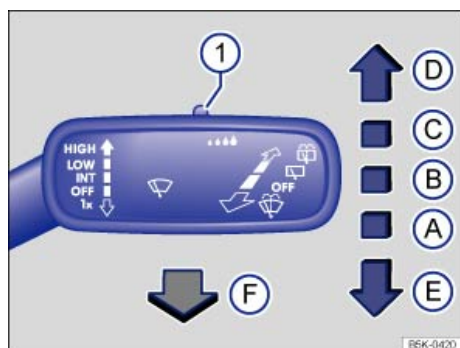

Fig. 123 En el lado derecho de la columna de dirección: manejo del limpiaparabrisas.
- Presione la palanca del limpiacristales brevemente hacia abajo ⇒ fig. 123 .